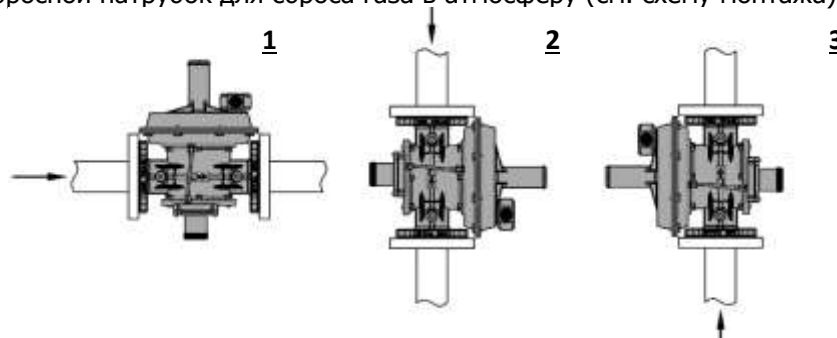

Рис.5
- Регуляторы DN15 – DN100 могут монтироваться как на горизонтальном, так и на вертикальном трубопроводе. Если установить регулятор в такое положение, когда пружина настройки выходного давления не направлена вертикально вверх (положение 2-3 рис. 5), срок службы регулятора уменьшается.